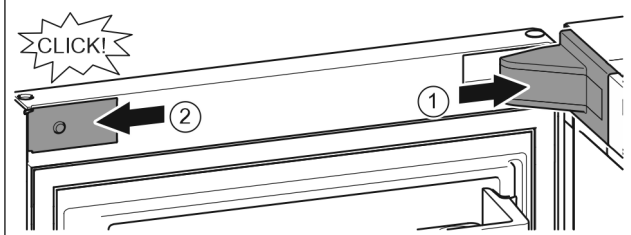

Fig. 18
- ▶ Nasadte a zaklapněte kryt stojanu ložiska, příp. opatrně odtlačte od sebe. Fig. 18 (1)
- ▶ Z boku nasadte záslepku a zaklapněte. Fig. 18 (2)